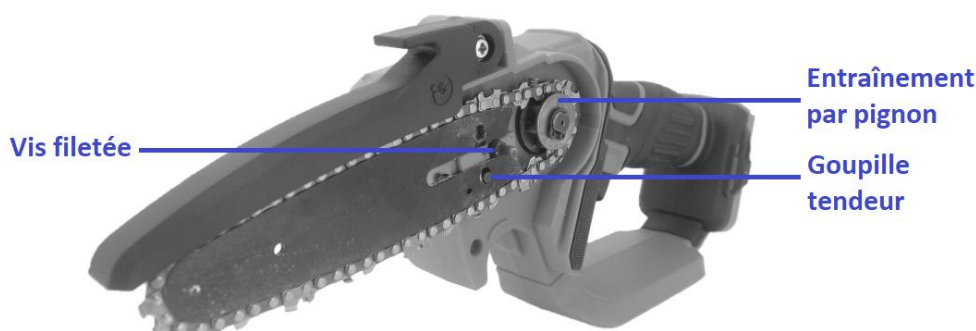
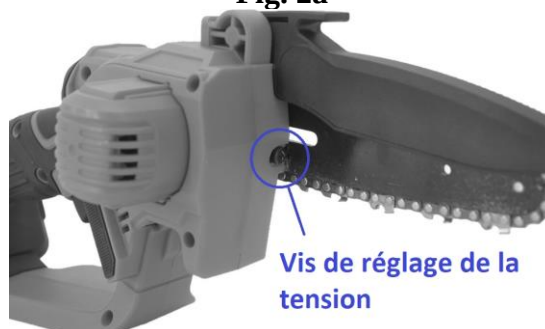

Fig. 2a
Fig. 2b
- Montez le guide-chaîne (avec la nouvelle chaîne de scie) sur la goupille tendeur avec la chaîne reposant autour de l'entraînement par pignon, de sorte que le guide-chaîne puisse s'adapter dans la position illustrée à la Fig. 2a.
- Remettez le carter de pignon (2) sur la tronçonneuse et serrez le verrou du carter de pignon (10).
- Tournez la vis de réglage de la tension (avec le tournevis fourni) pour régler correctement la tension de la chaîne (voir Fig. 2b).